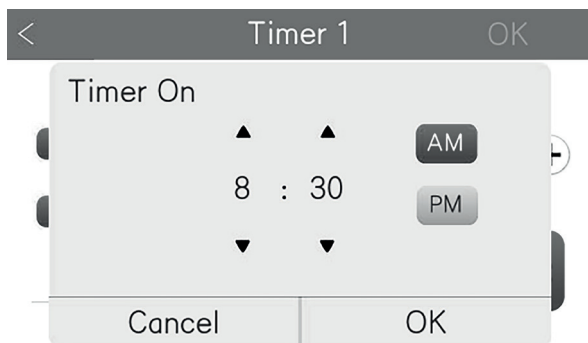

Fig. 5.6 Impostazione oraria per Timer ON
- Cliccare su Timer ON per impostare l'orario di avvio programmato dell'Unità (Fig. 5.6).